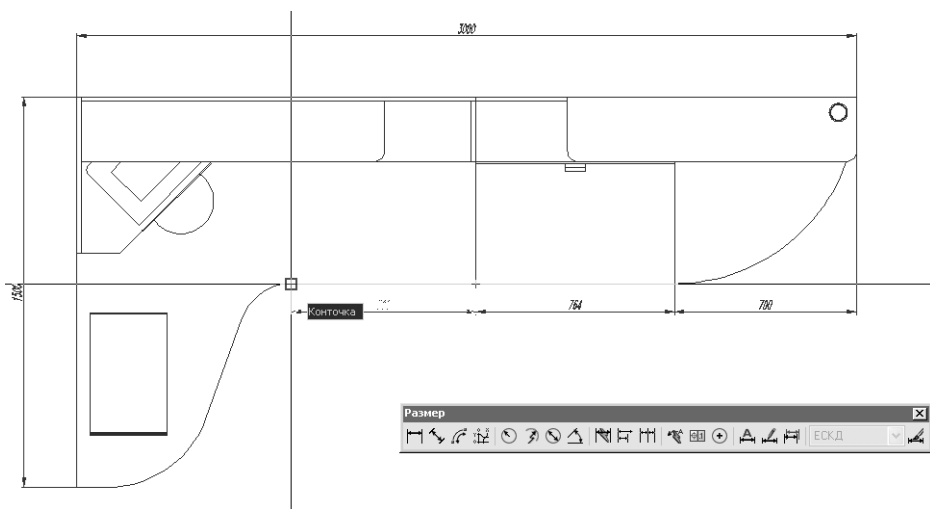

Рис. 11.14 ▼ Задание расположения третьего горизонтального размера, образующего размерную цепь
11. AutoCAD создаст размер 764 мм и тут же предложит задать расположение второй выносной линии следующего размера текущей размерной цепи. Выберите точку, в которой линейный участок столешницы переходит в угловую часть (рис. 11.14), а затем нажмите два раза **Enter** для завершения команды **Рзмпродолж** (DIMCONTINUE).